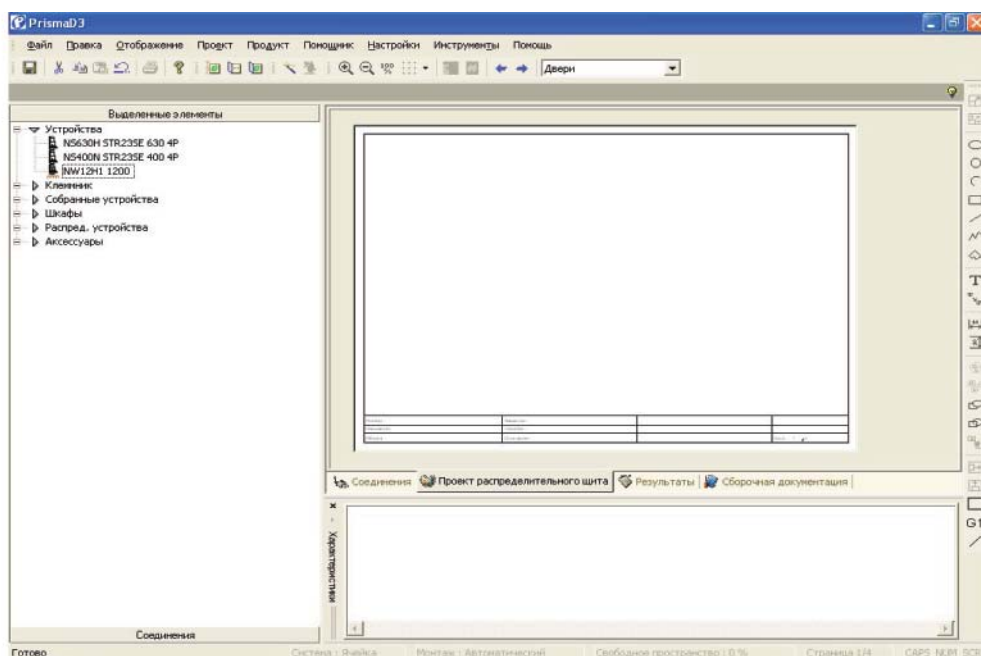

Рис. 63
- a) выбираем заданные аппараты (рис. 63)